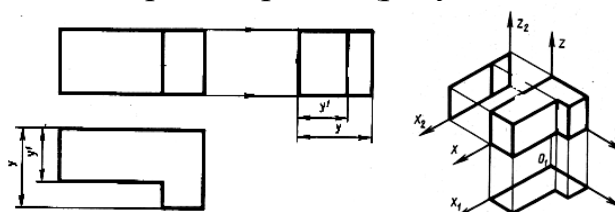

Рисунок 2.14 – Построение проекций чертежа модели
- по двум проекциям построить третью (рисунок 2.14).